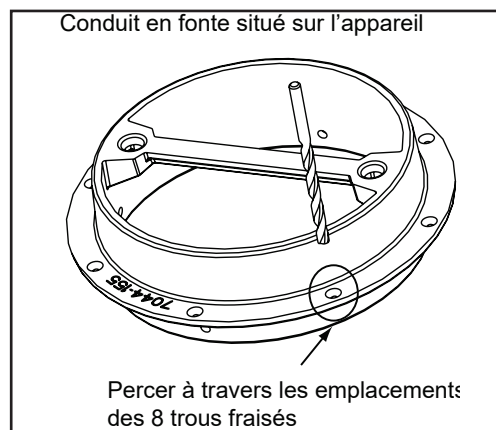

Figure 19.2
1. Enlevez la buse en fonte de l'appareil et tournez-la sens dessus dessous. Percez à travers les 8 emplacements fraisés en utilisant la mèche n° 7. **Figure 19.2**.